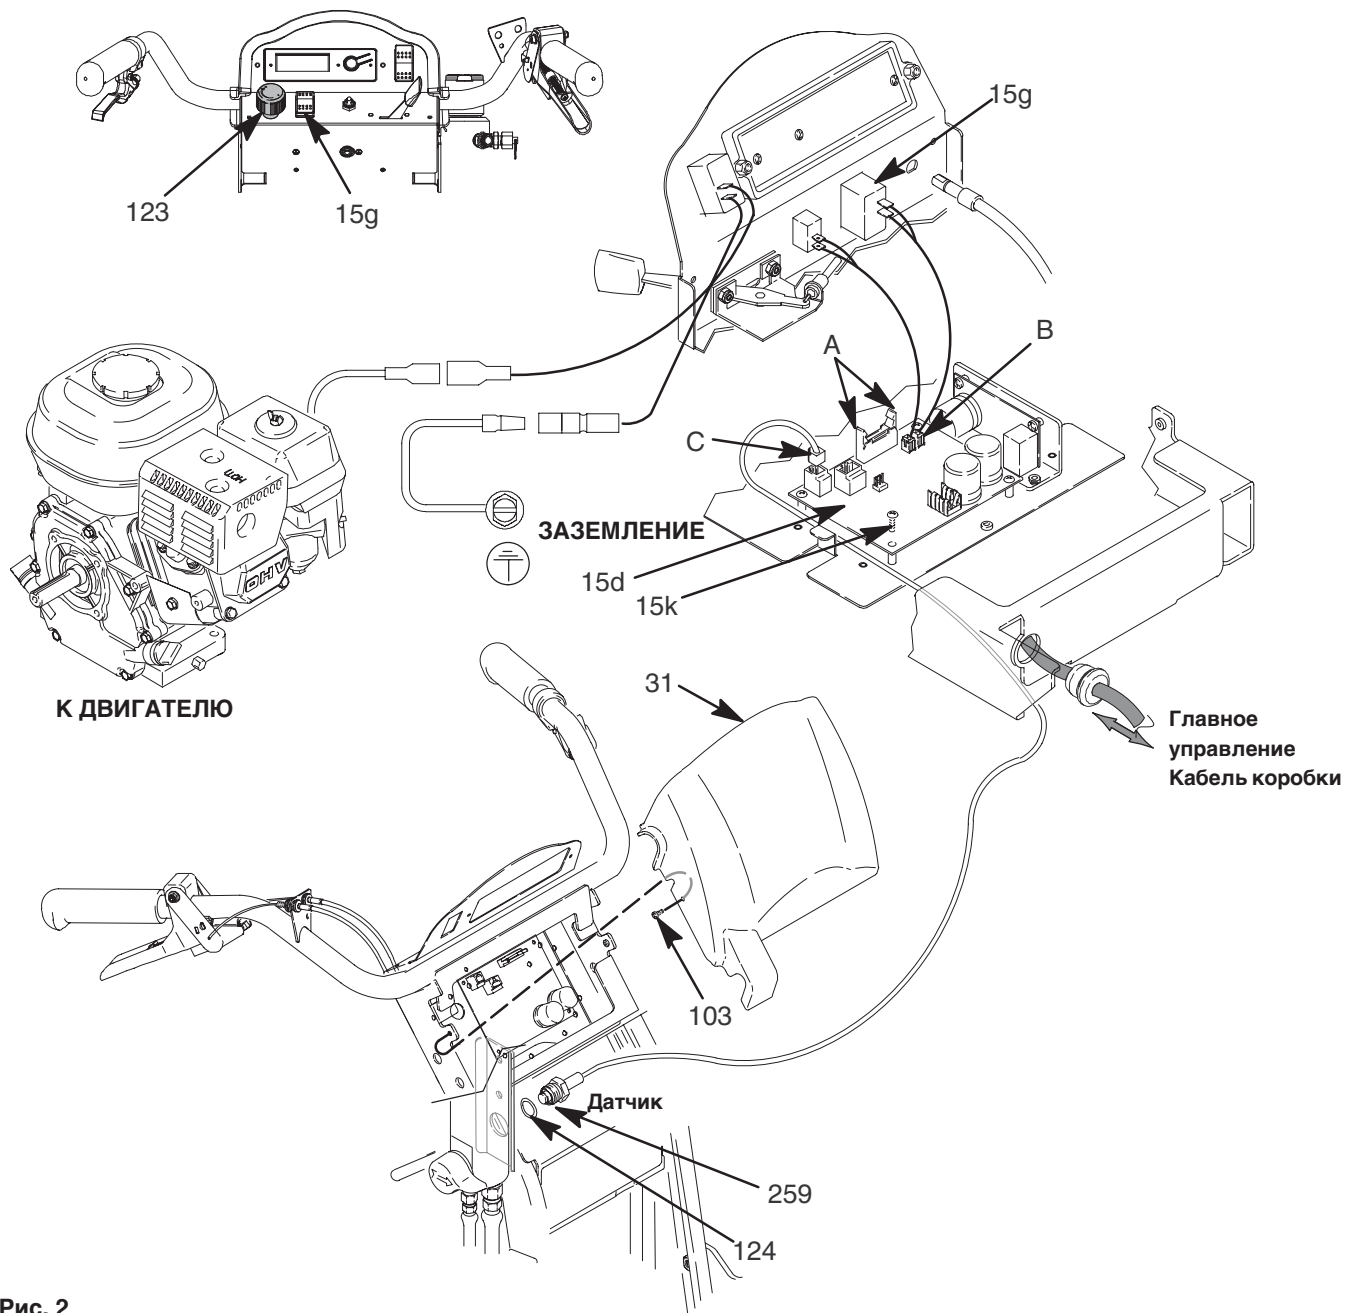

Рис. 2
2. См. Рис. 2. Выкрутите два винта (103) и снимите крышку (31).
1. См. Рис. 2. Установите новый выключатель (15g) так, чтобы его стопорные выступы зафиксировались в установленном месте внутри корпуса регулятора давления.
4. Установите крышку (31) и закрепите двумя винтами (103).
1. См. Рис. 2. Установите пульт управления (15d) и закрепите четырьмя винтами (15k). Затяните с усилием в 11,86 — 12,99 Нм.
4. Извлеките датчик регулятора давления (259) и уплотнительное кольцо (124) из корпуса фильтра.
1. См. Рис. 2. Установите уплотнительное кольцо (124) и датчик регулятора давления (259) в корпус фильтра. Затяните с усилием в 47,45 — 61 Нм.
3. Установите крышку (31) и закрепите двумя винтами (103).